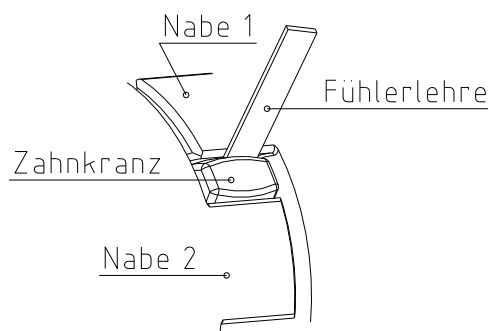

Bild 13: Überprüfung der Verschleißgrenze
**Bild 13 demonstriert anschaulich, wie der Verschleiß der Kupplung im eingebauten Zustand auf anwenderfreundliche Weise gemessen werden kann.**